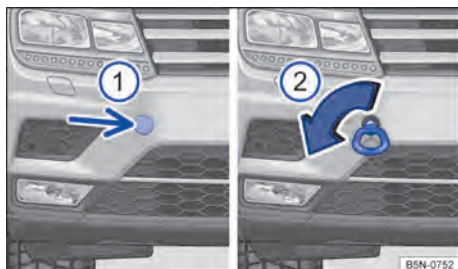

Fig. 232 No para-choque dianteiro à direita: argola de reboque.
- Pressionar na região lateral da cobertura (seta) para soltar o encaixe da cobertura → Fig. 232 ❶.
- Rosquear a argola de reboque tão firme quanto possível **no sentido anti-horário** no alojamento → Fig. 232 ❷ → ❶. Utilizar um objeto apropriado com o qual a argola de reboque possa ser rosqueada com firmeza no alojamento.